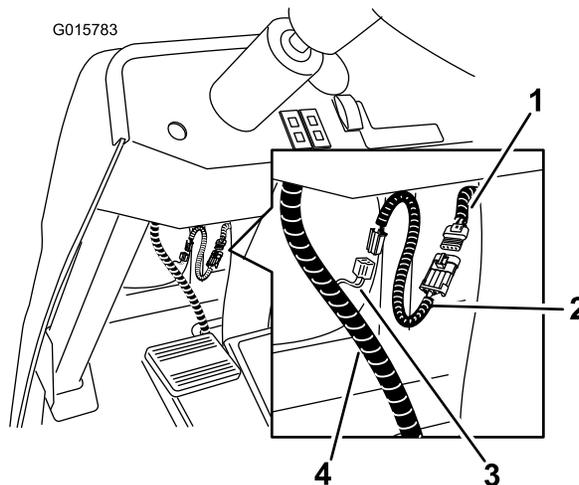

Figure 18
B. Montez l'adaptateur sur le faisceau de câblage principal en connectant les connecteurs à 4 broches. (Figure 18).
C. Connectez le faisceau de câblage d'adaptateur au faisceau CE (Figure 18).